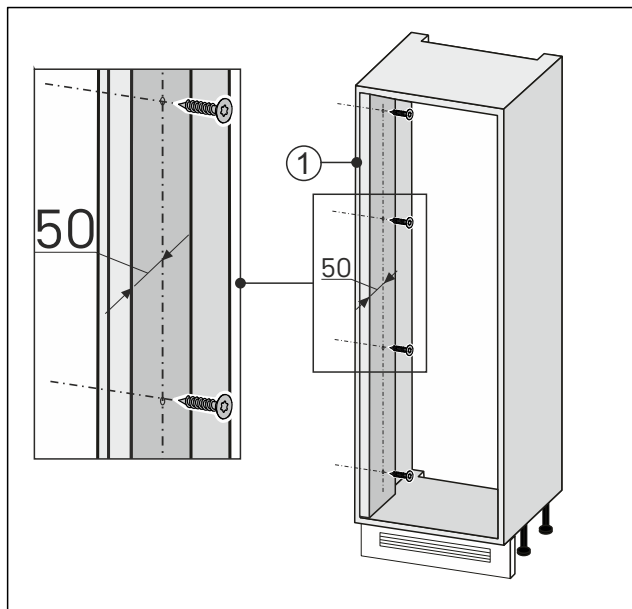

Fig. 88
- ▶ Izravnano stene privijte na strani odpiranja vrat Fig. 88 (1) z nišo pohištva.